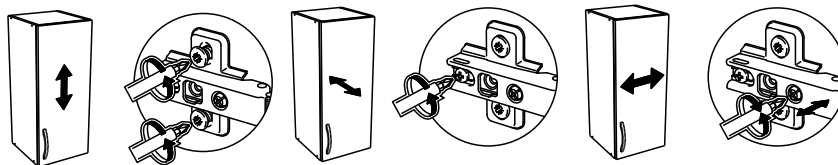

рис. 2
7. К фасаду (6) прикрутить петли шурупами 3,5х16. Установить фасад на одну из боковин (в зависимости от стороны открывания) используя винты 6,3х13. При необходимости произвести регулировку фасада (рис. 2)
8. Вставить полкодержатели, установить полки (5)